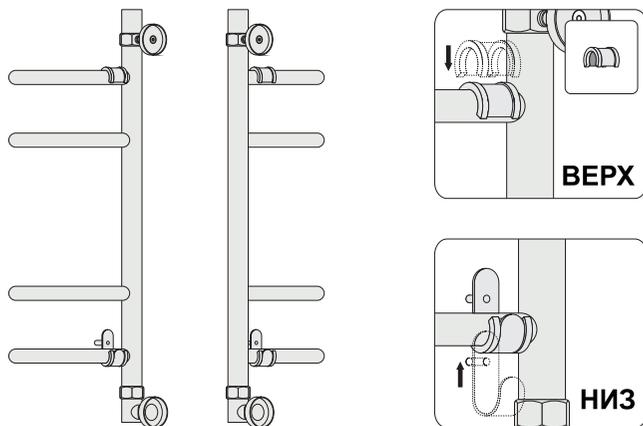

Рис.2
2.5. Установить на верхние и нижние перемычки полотенцесушителя защитные пластиковые втулки и отрегулировать их расположение таким образом, чтобы они оказались под крючками крепления (рис. 2).